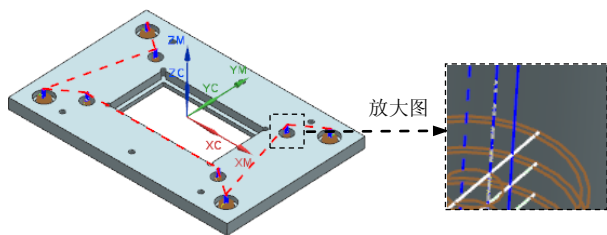

图 11.45 刀路轨迹
Step1. 在“平面铣”对话框中单击“生成”按钮, 在图形区中生成图 11.45 所示的刀路轨迹。